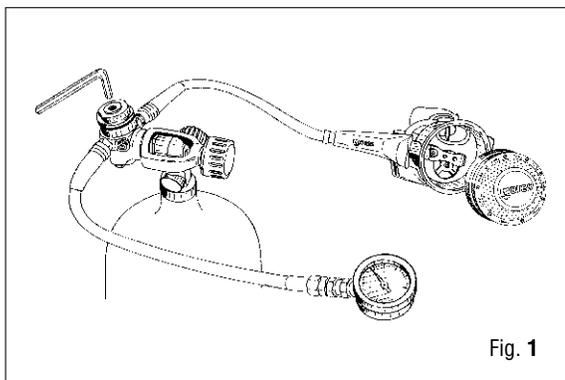

Fig. 1
REGULACIÓN DE LA PRESIÓN INTERMEDIA EN LAS PRIMERAS ETAPAS (Fig. 1)
5. Lea en el manómetro el valor de tara de la Primera Etapa operando según el valor leído de la siguiente manera: (Fig. 1)
- a) Si el valor de la tara es **superior** a los valores requeridos (ver tabla), destornillar ligeramente con la llave (B-13) la tuerca de regulación (16) hasta que alcance el valor requerido.
5. Lea en el manómetro el valor de tara de la Primera Etapa operando según el valor leído de la siguiente manera (Fig. 1):